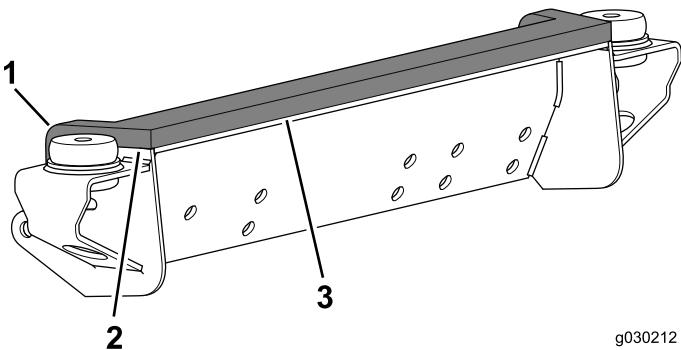

Figura 9
- Aplique la junta al soporte alineado con los bordes delantero y lateral del soporte delantero (Figura 9).
2. Pliegue las pestañas laterales sobre la parte posterior del soporte (Figura 9).